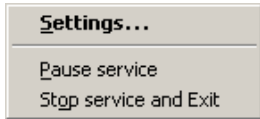
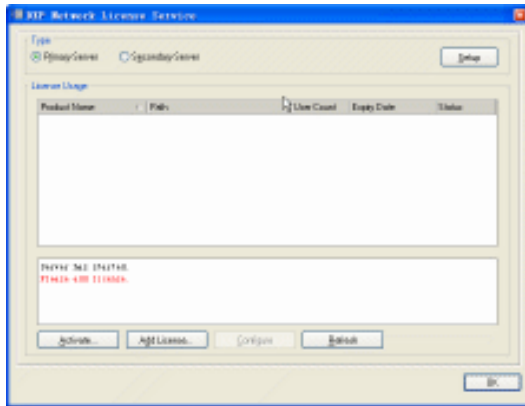
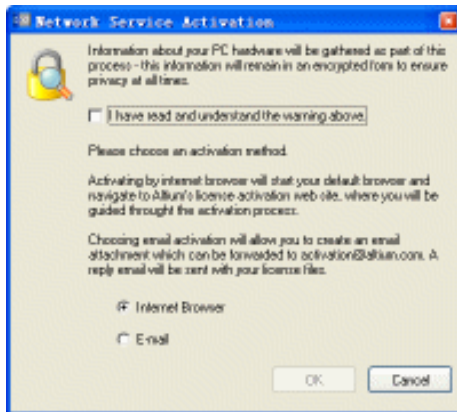

图 1.19 右键菜单
图 1.20 “DXP Network License Service”对话框
图 1.22 “Network Service Activation”对话框
(4) Protel DXP 2004 Network License Service 安装结束后,系统自动启动该服务器,在已启动任务栏中显示该服务器的图标。右键单击该图标,在弹出的如图 1.19 所示的右键菜单中选择“ Settings...”命令项,或直接双击该图标,打开如图 1.20 所示的“ DXP Network License Service ”对话框。
(5) 在图 1.20 所示的“ Type ”区域内选择系统默认的“ Primary Server ”选项，单击“ DXP Network License Service ”对话框中的“ Setup ”按钮，打开如图 1.21 所示的“ Primary Servier Setup ”对话框。
(6) 在“ Primary Servier Setup ”对话框的“ Port number ”编辑框内输入服务器的端口号，如果用户不确定分配的端口号，也可以使用系统默认设置。单击“ OK ”按钮，确认主服务器的设置。
(7) 单击图 1.20 所示的对话框中的“ Activate...”按钮，打开如图 1.22 所示的“ Network Service Activation ”对话框。